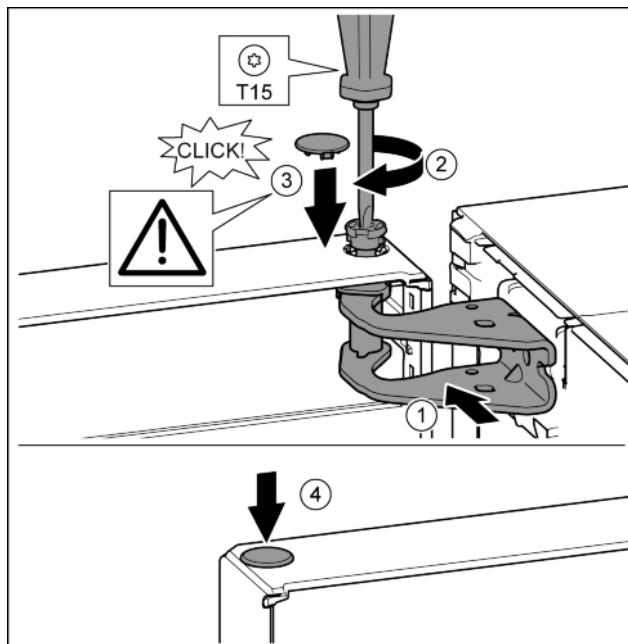

Fig. 17
- Регулирайте вратата горе спрямо отвора в лагерната стойка. Fig. 17 (1)
- Поставете болта и затегнете здраво с отвертка T15. Fig. 17 (2)
- Монтаж на предпазния капак за осигуряване на вратата: Поставете предпазния капак и проверете дали той е допрян до вратата. В противен случай поставете изцяло болта. Fig. 17 (3)
- Поставете тапата. Fig. 17 (4)